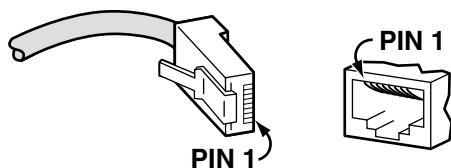
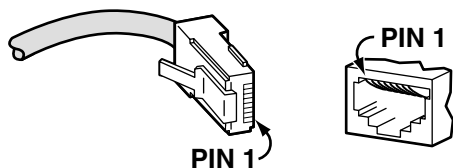

図 A.2.1 : RJ-45 モジュラープラグ (左)、ジャック (右)
図 A.3.3 : 参考情報 : RJ-48 モジュラープラグ (左)、ジャック (右)
1. DSU は IS10173 準拠、IS8877 準拠の 2 種類が存在します。**IS10173** は PRI のための規格として最近規定されたもので、IS10173 が規定される前は、PRI においても BRI の規格である **IS8877** が使用されていました。IS10173 準拠の DSU は RJ48 ジャック (図 A.3.3) を装備し、IS8877 準拠の DSU は RJ45 ジャック (図 A.2.1) を装備しています。IS10173 規格と IS8877 規格は、コネクタ形状だけでなく結線も異なっています。
AR021 の BRI ポートは RJ45 モジュラージャックが使用されており、結線は IS8877 に準拠しています。ピン番号は図 A.2.1 をご覧ください。